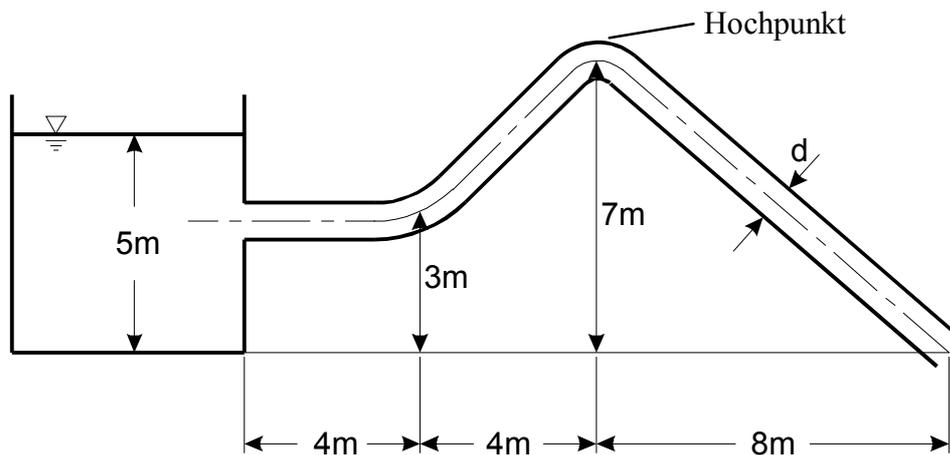

Abb. 5.4: Behälter und Rohrleitung
Ein großer Behälter entleert sich über die Rohrleitung in Abb. 5.4.
5.4.1 Bestimmen Sie den Verlauf von Drucklinie und Energielinie und stellen Sie beide mit Maßangaben in Bild 5.4 dar.